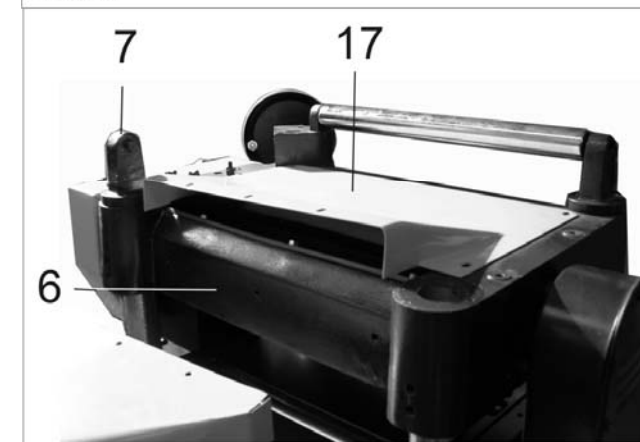

Рис.6
8.2.3. Как показано на Рис.6, демонтируйте переднюю стойку (7) и кожух (17). Используя детали крепления (Н), закрепите на кожухе (17) патрубок пылесборника (18). Закрепите кожух (17) и патрубок пылесборника (18) на блоке строгального вала (6).
10.2.1. Демонтируйте стойку (7) и поддерживающий ролик (8), как показано на Рис.6. Демонтируйте кожух (17) и патрубок пылесборника (18).
**Надёжно зафиксируйте положение ножей (39) на строгальном валу (38) прижимной планкой (40).**
10.2.6. Как показано на Рис.6, установите кожух (17) и патрубок пылесборника (18). Установите стойку (7) совместно с поддерживающим роликом (8).